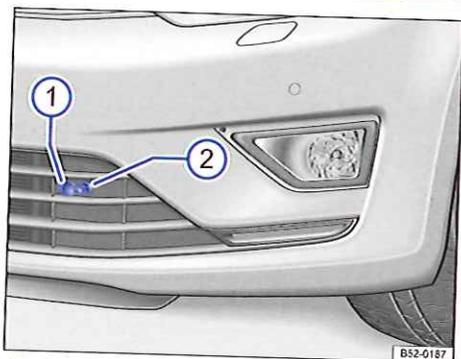

Fig. 140 Dans le pare-chocs avant : prise ② pour le réchauffage du moteur.
- Ouvrez le capuchon ⇒ fig. 140 ①.
- Branchez le câble de connexion dans la prise ②.
- Avant de démarrer le moteur, débranchez toujours le câble de connexion et fermez le capuchon ①.